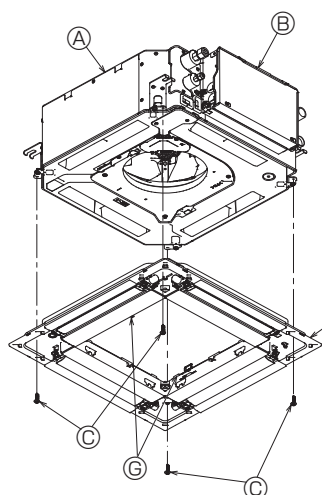

Fig. 5-7
- Fest gitteret ved å stramme de fire skruene. (Fig. 5-7)